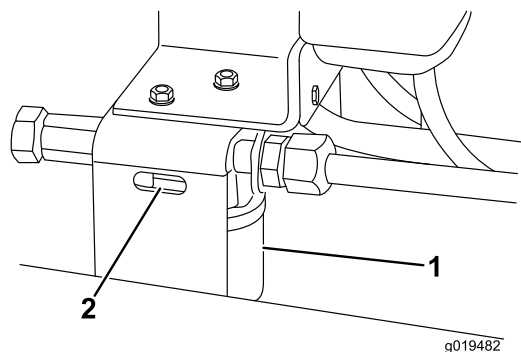

Figura 78
2. Limpe a área em torno da superfície de montagem do filtro. Coloque um recipiente por baixo do filtro e desmonte o filtro (Figura 78).